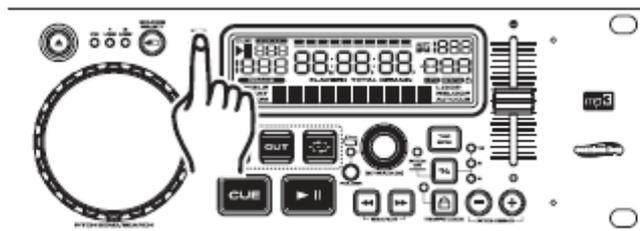

Figure 14
12. CHANGER L'AFFICHAGE DU TEMPS (26)/ BARRE DU TEMPS (27) :
Le temps peut être affiché selon trois modes différents : total restant, écoulé et restant. En mode lecture normal, appuyer sur le *BOUTON TIME* (5) (figure 14) changera les informations d'affichage du temps (26) du LCD. Le texte suivant est une ventilation des paramètres de temps et de leur définition :
- 1) **TOTAL RESTANT** (34) : Cette fonction indique sur *le LCD*, le temps total restant sur le disque.
- 2) **RESTANT** (34) : Cette fonction indique sur *le LCD* le temps restant de la piste en cours.